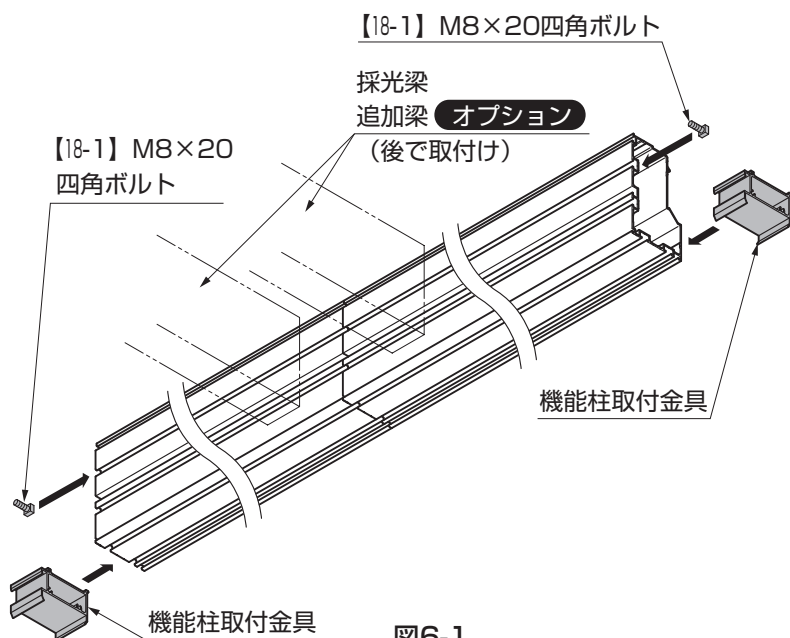

図6-1
- ①桁側面の溝に【18-1】をスライドしながら入れてください。(図6-1参照)
- ②桁底面の溝に機能柱取付金具を両側面から各1個ずつスライドしながら入れてください。(図6-1参照)